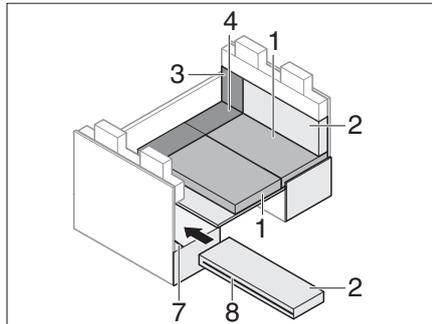

Fig. 198 Durante la trasformazione
- Aprire la chiusura lampo (Fig. 198,8) del cuscino dello schienale.
- Applicare la scanalatura del cuscino posteriore sulla la traversa ISOFIX (Fig. 198,7).